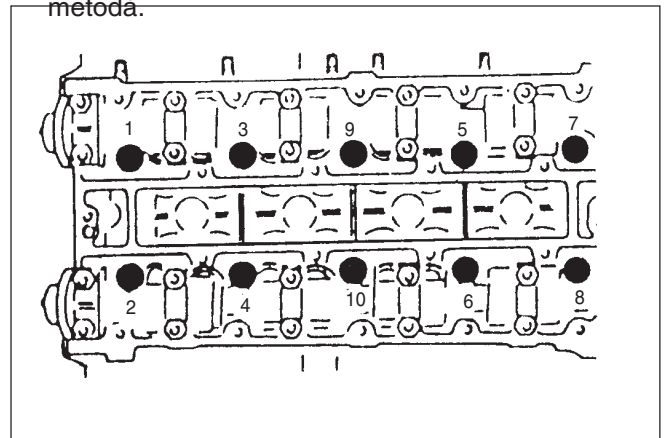

Fig. 33 Ordinea slăbirii șuruburilor chiulasei
↔ Se demontează sau se deconectează (Fig. 33)
- Se slăbește fiecare șurub al chiulasei 1/4 tură în ordinea din Fig. 33 și apoi 1/2 tură după aceeași metodă.